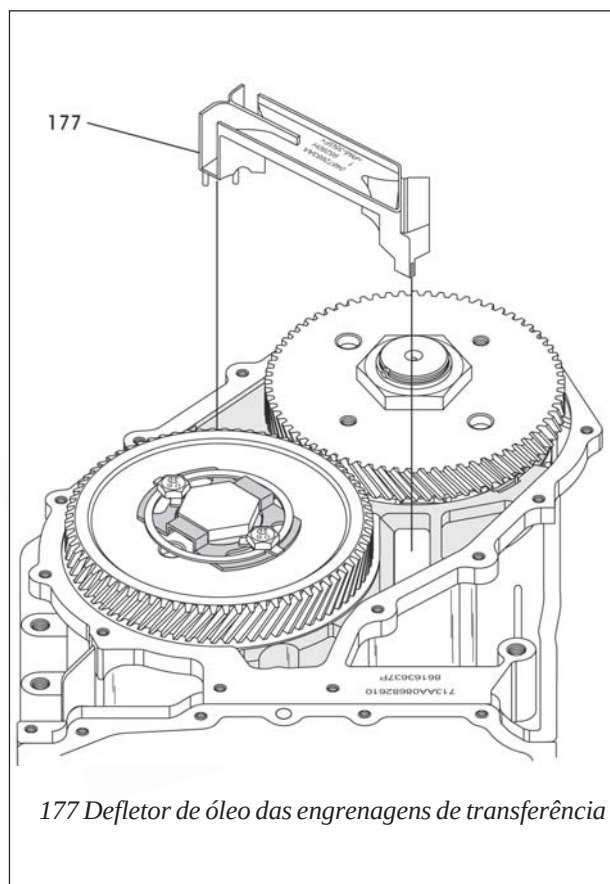

Figura 240
20. Instale o defletor de óleo das engrenagens de transferência, conforme mostra a figura 240, encaixando-o em posição.